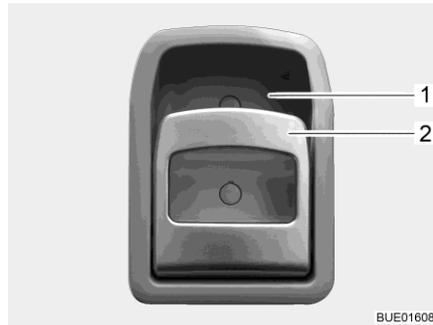

Fig. 36 Serrure de la porte (porte cellule à l'intérieur)
- Ouvrir : ■ Tirer sur la poignée (Fig. 36,2). La serrure de la porte se déverrouille et s'ouvre.
- Verrouiller : ■ Appuyer sur la poignée (Fig. 36,2) en haut en direction de l'évidement (Fig. 36,1) dans lequel elle repose. La serrure de la porte se verrouille.